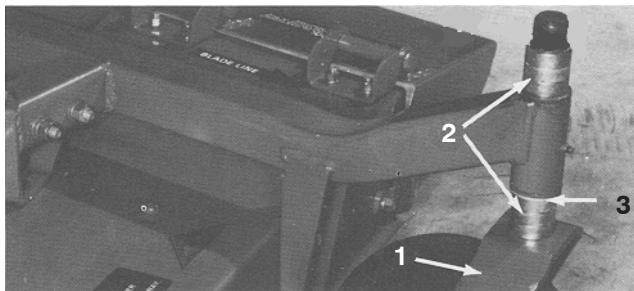

Bild 18
2. Nehmen Sie die Spannkappe von der Spindelwelle ab. Schieben Sie die Distanzstücke auf die Laufradspindel, um die gewünschte Schnitthöhe zu erhalten (Bild 18 und 19). Schieben Sie dann die Scheibe auf die Spindel (Bild 18 und 19).
3. Schieben Sie die Laufradspindel durch den Laufradarm. Schieben Sie die restlichen Distanzstücke auf die Spindel (Bild 18 und 19). Bringen Sie die Spannkappe an, um die Baugruppe zu befestigen.